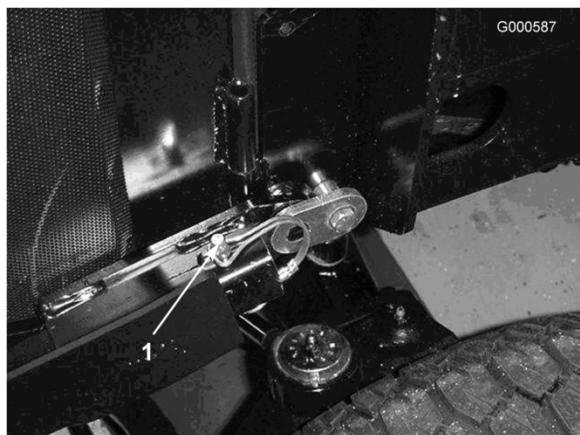

Figura 20
2. Desenganche la cuerda del pasador del capó, retire el pasador y deslice los tubos hacia atrás hasta que salgan de las guías (Figura 20).